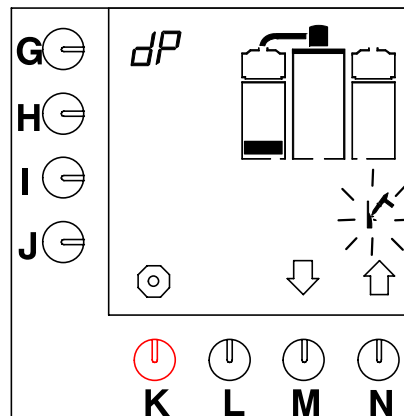

Fig. 17 Eerste niveau ontkalkingsprogramma koffiezetsysteem
- Het eerste niveaublokje verschijnt in het display en het hamersymbool knippert (fig. 17).